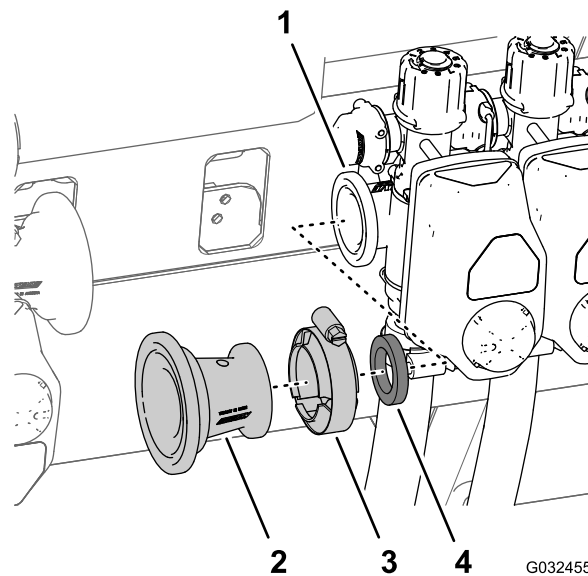

图 35
- C. 取下将异径管适配器和垫片 $2\text{-}1/4$ 英寸固定到左喷洒臂段阀法兰的法兰夹具 76mm 然后从机器上取下适配器、夹具和垫片 **图 35**。